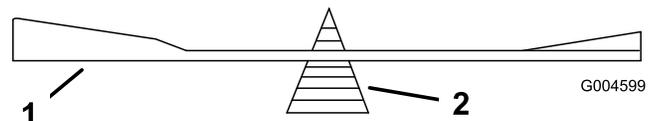

Figure 35
2. Vérifiez l'équilibre de la lame en la plaçant sur un équilibreur (Figure 35). Si la lame reste horizontale, elle est équilibrée et peut être utilisée. Si la lame est déséquilibrée, limez un peu le dos de la lame. Répétez la procédure jusqu'à ce que la lame soit équilibrée.